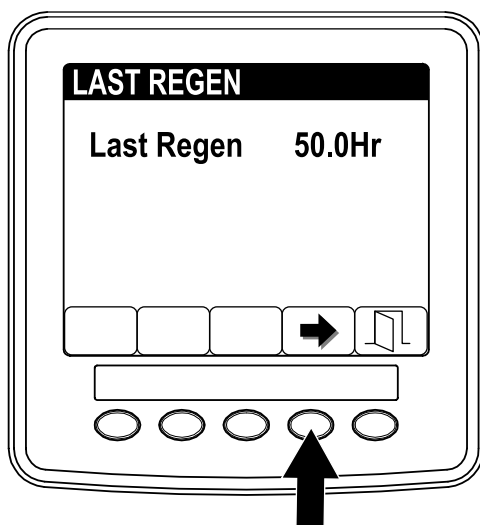

Figure 37
3. Utilisez le champ LAST REGEN (Figure 37), pour déterminer le nombre d'heures de fonctionnement du moteur depuis la dernière régénération commandée, en stationnement ou d'urgence.